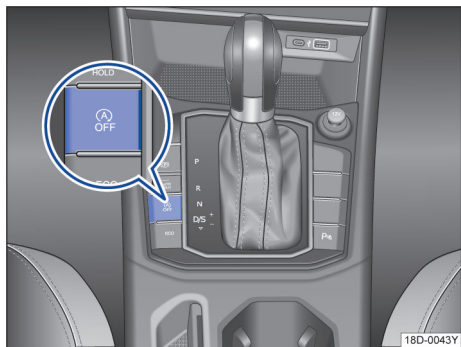

图 124 启停系统按钮
- 按两次按钮  → 图 124。
- 按下按钮  → 图 124。